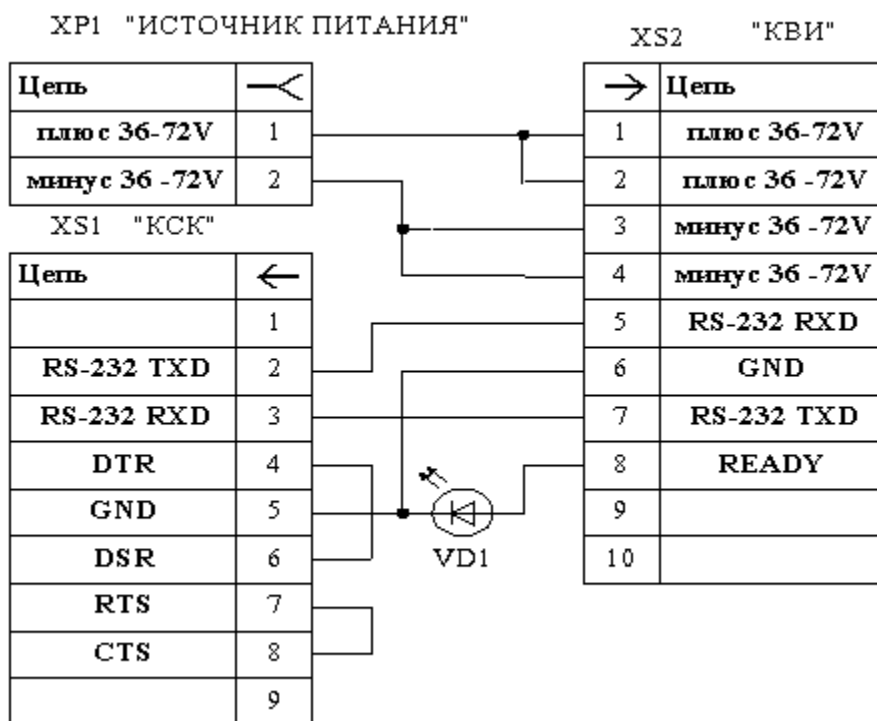

Рис.13. Схема соединений при питании ППМ от источника постоянного напряжения
При необходимости питания ППМ от источника постоянного напряжения следует изготовить простое переходное устройство, которое не входит в комплект поставки. Оно подключается к КВИ вместо УВИ. Схема присоединения приведена на рис.13.
2. При подборе аналогов комплектующих, указанных на рис. 13,14 необходимо проконсультироваться с поставщиком изделия.